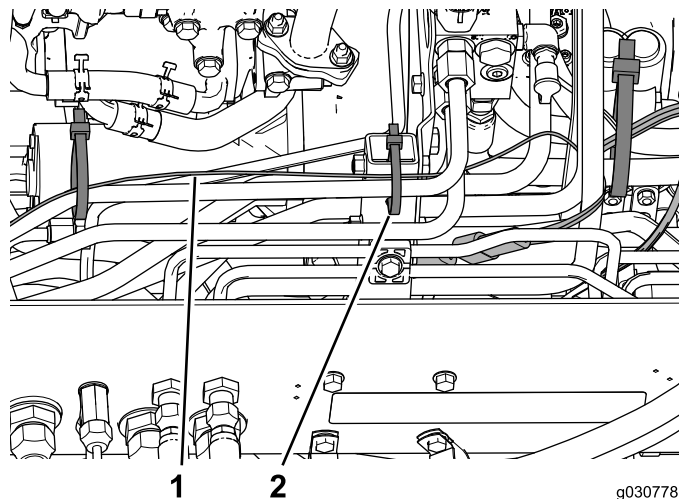
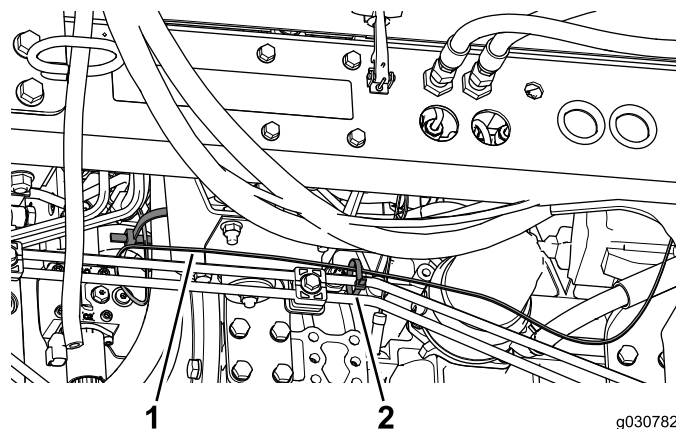

Рисунок 51
Рисунок 52
5. Используя кабельные стяжки, прикрепите жгут проводки к гидравлическим шлангам и трубкам в местах, показанных на Рисунок 51 и Рисунок 52.